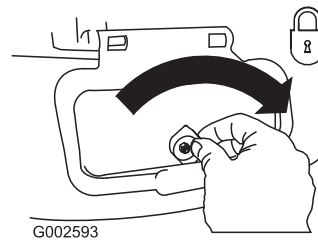

Figuur 31
3. Monteer de zijafvoer en sluit het deurtje op de tunnel (Figuur 31).